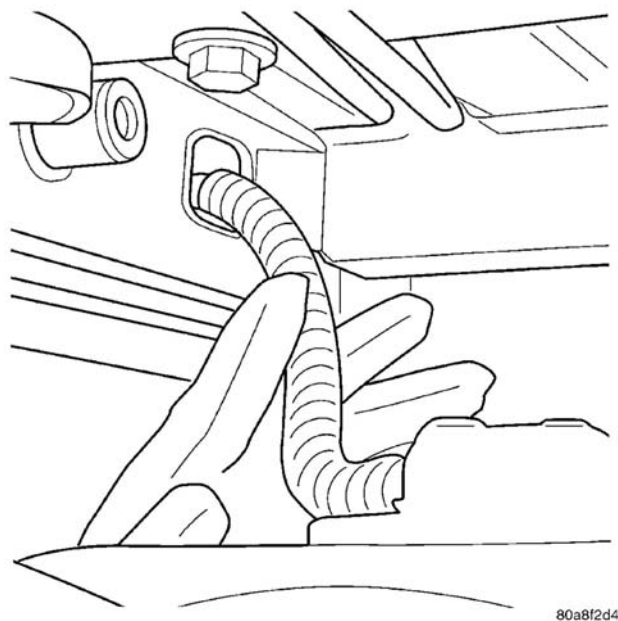

图 19 通气软管
(13) 从车辆上卸下燃油箱。从车架卸下加油器通气管（图 19）